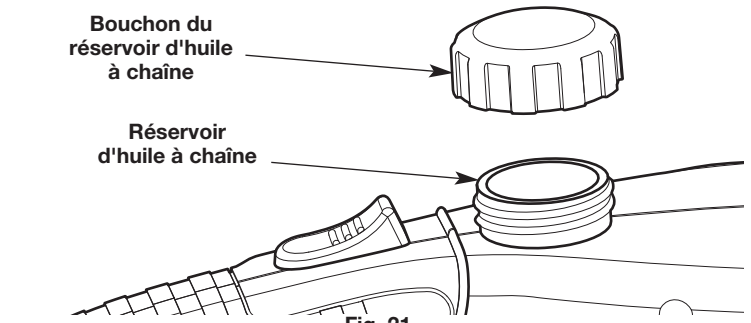

Fig. 21
3. Dévissez le bouchon du réservoir d'huile à chaîne (Fig. 21).